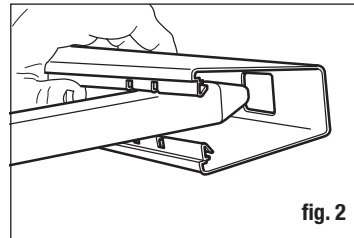
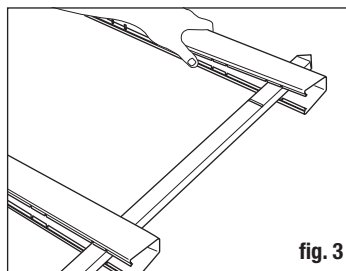

fig. 2
fig. 3
- Insert a picket into the throat of the rail, and proceed through the routed hole as shown. **DO NOT SNAP INTO PLACE** (fig. 2).
- Continue to push the picket through the bottom rail into the throat and hole of the second rail (fig. 3). The second rail becomes the top rail of the assembly. Stop when the tab in the bottom rail and the notch on the picket align. **DO NOT SNAP INTO PLACE.**
Post hole spacing is 96 in. post-center to post-center (fig. 2). Mark post hole locations along string line. Double check all measurements. Check local regulations for any special requirements for post hole depth. The fence will be stronger if the end, corner and gate posts are set at least 6" deeper than the line posts. Using a posthole digger or power auger, dig the holes 10-12" wide and 6" deeper than needed. Backfill the holes with 6" of gravel to drain water away from the bottom of the posts (fig. 3). Keep the height of your fence panels in mind when digging your postholes.
- Inserte la primera estaca en la estricción del pretil y prosiga a través del orificio recortado, como se muestra. **NO DESLICE PRESIONANDO PARA QUE QUEDE EN SU LUGAR** (fig. 2).
- Continúe empujando la estaca a través del pretil inferior en la estricción y orificio del segundo pretil (fig. 3). El segundo pretil se convierte en el pretil superior del ensamblado. Deténgase cuando la pestaña en el pretil inferior y la muesca de la estaca lleguen a alinearse. **NO DESLICE PRESIONANDO PARA QUE QUEDE EN SU LUGAR.**
El espaciamiento entre los agujeros de los postes es de 96 pulg. (244 cm) de centro a centro (fig. 2). Marque las ubicaciones de los agujeros para los postes a lo largo de la línea marcada por el cordón. Revise dos veces todas las medidas. Verifique si las regulaciones locales marcan algún requisito especial para la profundidad de los postes. La cerca será más fuerte si la profundidad de los postes de los extremos, las esquinas y la puerta es 15.2 cm mayor que la de los otros postes. Con un cavador de hoyos de poste o una barrena eléctrica, cava hoyos de 25.4 cm a 30.5 cm de diámetro, con 15.2 cm más de la profundidad necesaria. Rellena el fondo de los hoyos con 15.2 cm de grava para drenar el agua de la parte inferior de los postes (fig. 3). Ten en cuenta la altura de los paneles de la cerca cuando cava los hoyos de los postes.